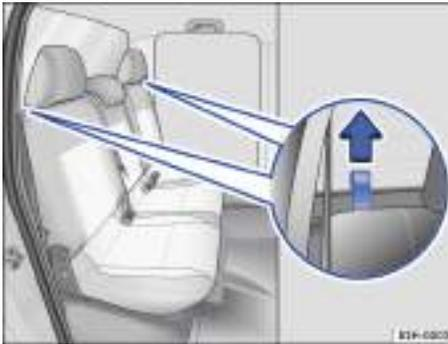

Fig. 63 Asiento trasero: lazo para desbloquear el respaldo.
- Tire simultáneamente de los lazos situados a ambos lados del respaldo en el sentido de la flecha y, al mismo tiempo, abatir el respaldo hacia delante → fig. 63.